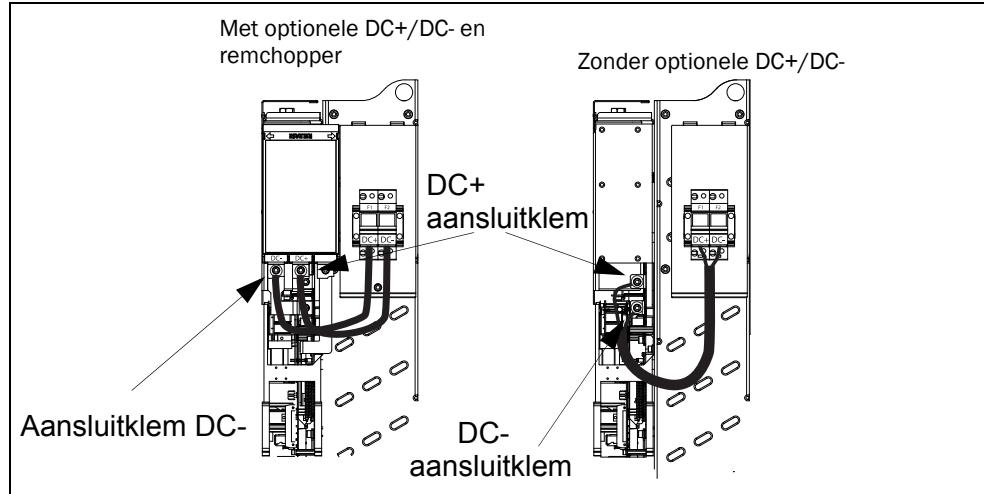

Fig. 10 Aansluiting van kabel voor DC-zekeringen op bouwvorm G en hoger
- Sluit de (meegeleverde) kabels aan tussen de DC-zekeringenhouder en de aansluitklemmen DC+/DC-, zie Fig. 10.